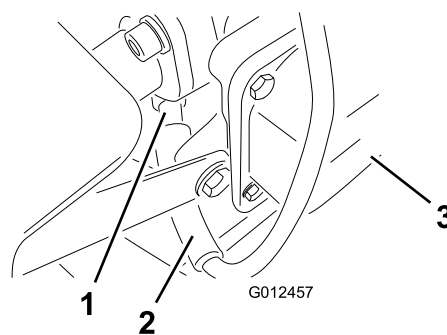

Figure 28
6. Débranchez la bougie (Figure 28).
8. Enlevez la bougie et la rondelle métallique (Figure 28).
3. Branchez la bougie (Figure 28).